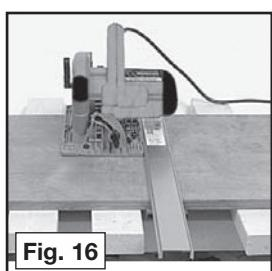

Fig. 16
**! AVERTISSEMENT** Restez l'alerte et maintenez une poignée ferme sur la scie. Libérez le commutateur immédiatement si la lame lie ou la scie cale. Maintenez votre lame pointue. Soutenez l'utilisation des panneaux (Fig. 16). Lorsque que vous refendez, utilisez toujours un guide longitudinal. Ne forcez pas la coupe. Ne cherchez jamais à sortir la scie du matériau que la lame est encore en mouvement.